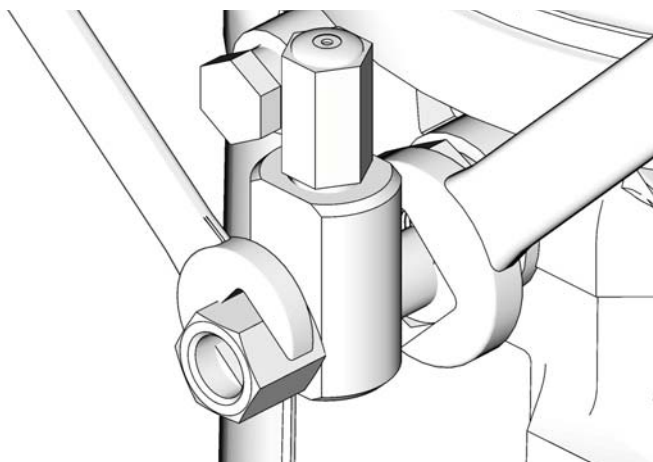

FIG. 11
1. Afloje el accesorio del elemento de bomba (FIG. 11).
3. Apriete el accesorio del elemento de bomba utilizando dos llaves que funcionen en direcciones opuestas (FIG. 11).